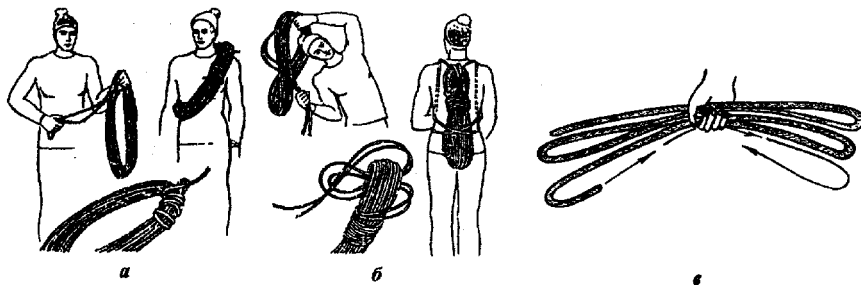

Рис. 63.
**а. Маркировочный узел (маркерный узел – неверное название)** служит для маркировки веревки после того, как она сложена в бухту. Название его происходит от слова «марка» – несколько плотно уложенных один к другому шлагов каболки на конце троса для предотвращения его расплетания. (Словарь морских терминов объясняет слово *каболка*, как самую тонкую составную часть растительного троса, скрученного из волокон конопли, агавы или других растений.) Веревка сматывается в одинарные кольца для переноски через плечо или в двойные кольца для переноски за спиной. Веревки, сматанные в одинарные кольца переносятся через плечо или в рюкзаке (рис. 63 а), а двойные – в рюкзаках или за спиной (рис. 63 б).